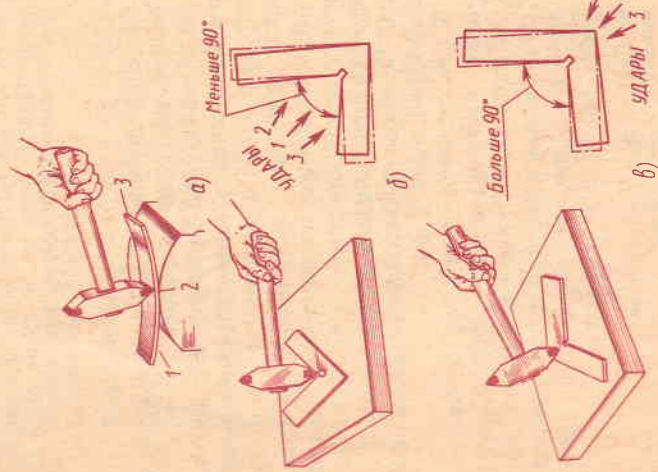

Рис. 26. Правка (рихтовка) деталей из закаленного металла:
1. Расположить полосу на рихтовальной бабке выпуклостью вниз (рис. 26, а).
2. Если угольник имеет угол меньше 90°, удары молотком следует наносить у вершины внутреннего угла (рис. 26, б).
3. Если угол больше 90°, удары молотком следует наносить у вершины наружного угла (рис. 26, в).